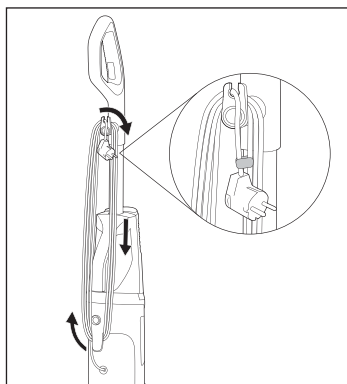

Fig. 44
- ♦ Înfășurați complet cablul de alimentare **17** în jurul celor două suporturi inferior și superior de cablu **16/20** (a se vedea fig. 44).